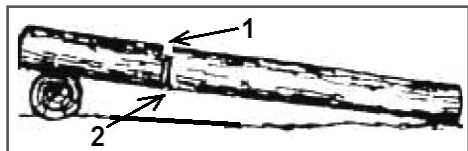

Рис. 16 Пропилы при раскряжевке дерева на одной опоре
2. Бревно лежит на одной опоре (Рис. 16). Разгрузочный пропил (1) на $1/3$ бревна делается сверху. Основной пропил (2) делается снизу навстречу разгрузочному пропилу.